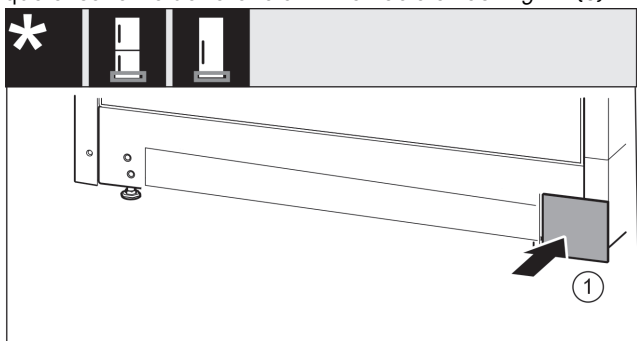

Fig. 15
- ▶ Volver a colocar la cubierta en el otro lado. Fig. 15 (1)